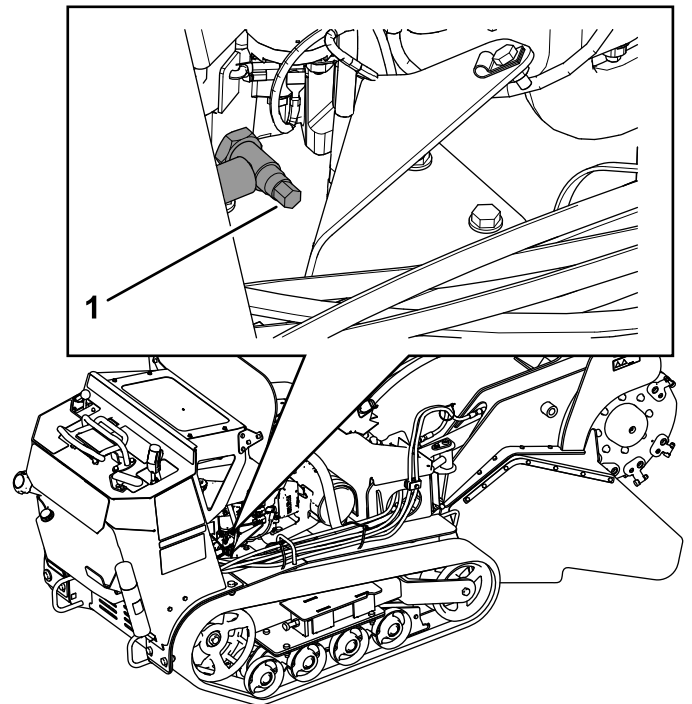
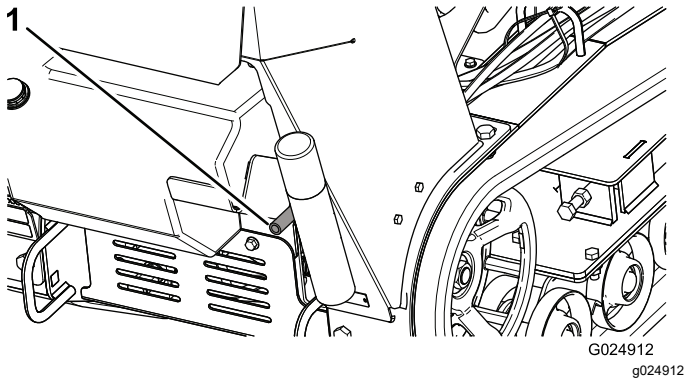

Figura 33
Figura 34
5. Coloque un recipiente debajo del tubo de vaciado. Gire la válvula de vaciado de aceite para que se drene el aceite (Figura 33 y Figura 34).